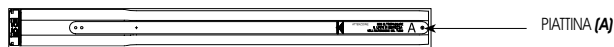

Fig.7
3) LE PIATTINE (Fig.7 rif.A) ,MONTATE SOPRA IL MANICOTTO MOTORE E CALOTTA (Fig.1 rif. 1 - 2 ), DURANTE L'ASSEMBLAGGIO DELL'ELETTORULLO DEVONO SCORRERE ALL'ESTERNO DEL RULLO FISSO.